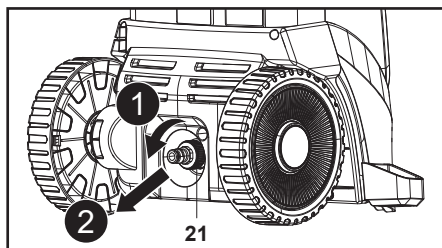

Fig. 19
1. Retire el adaptador de entrada de agua (21) del conector de entrada de agua (13) (Fig. 19).